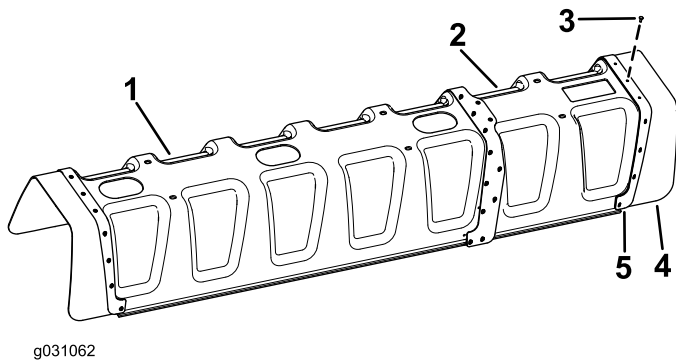

Figura 7
3. Usando 11 remaches ciegos (3/16" x 1/2") y arandelas (3/16"), instale la cubierta de goma y la pletina de refuerzo (de la cubierta de 11 boquillas) en la cubierta de 12 boquillas (Figura 7).